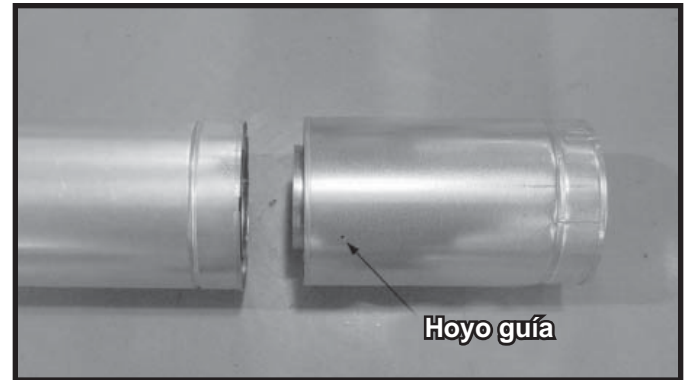

Figura 10.6 Hoyo guía de la sección ajustable
- Coloque el conducto interno de la sección ajustable dentro del conducto interno de la sección fija y el conducto externo de la sección ajustable dentro del conducto externo de la sección fija. Consulte la Figura 10.6.